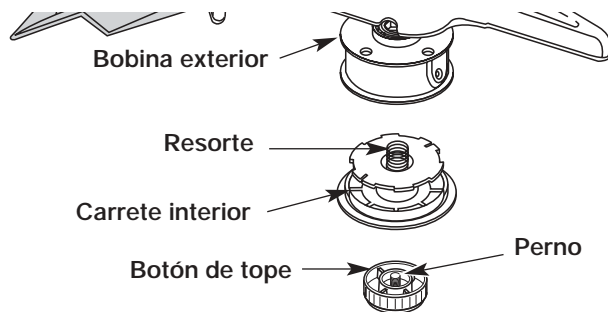

Figure 31
1. Sostenga la bobina exterior con una mano y desenrosque el botón de tope en sentido antihorario (Fig. 31). Inspeccione el perno de adentro del botón de tope para verificar que se mueva con libertad. Cambie el botón de tope si está dañado.
2. Saque el carrete interior de la bobina exterior (Fig. 31).
3. Saque el resorte del carrete interior (Fig. 31).
1. Sostenga la bobina exterior con una mano y desenrosque el botón de tope en sentido antihorario (Fig. 31). Inspeccione el perno dentro del botón de tope para verificar que se mueva con libertad. Cambie el botón de tope si está dañado.
2. Saque el carrete interior viejo de la bobina exterior (Fig. 31).
3. Saque el resorte del carrete interior viejo (Fig. 31).